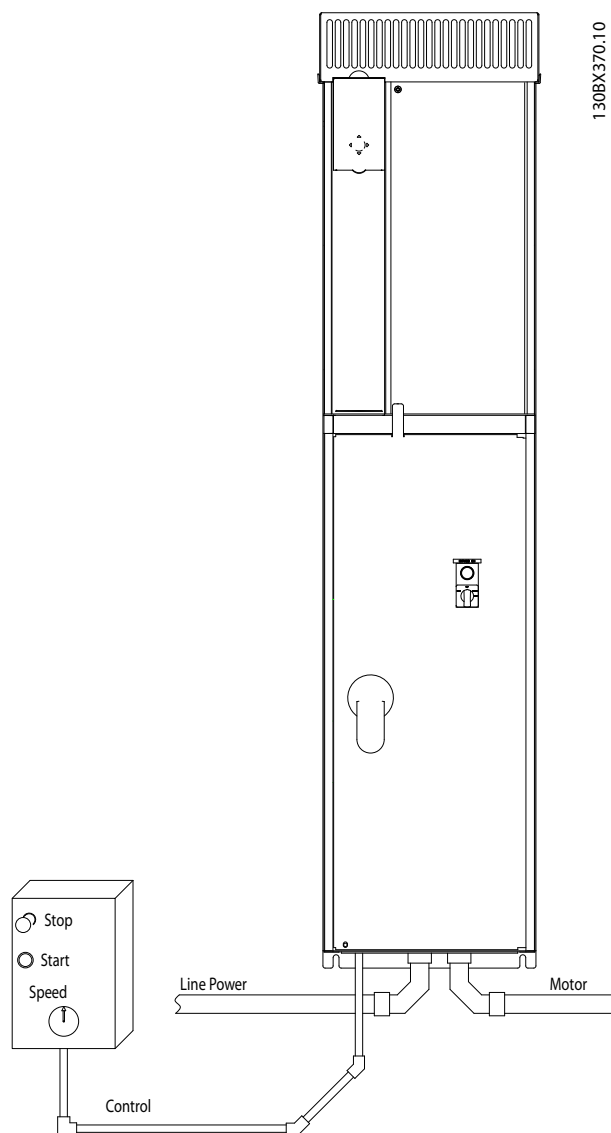

Ilustración 2.3 Ejemplo de instalación eléctrica correcta utilizando un conducto
- Puesto que el cableado del motor transporta intensidad de alta frecuencia, es importante que el cableado de red, de potencia del motor y de control vayan por separado. Utilice un conducto metálico o un cable apantallado separado. Consulte *Ilustración 2.3*. Si no se aísla el cableado de control, de alimentación y del motor, puede reducirse el rendimiento óptimo del equipo.